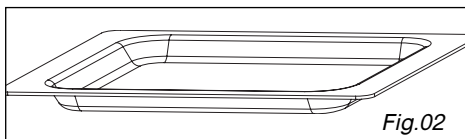

Fig.02
De oven kan naar keuze worden geïnstalleerd onder een werkblad of in een (open of gesloten) kolommeubel met de juiste afmetingen voor de inbouw van de oven (*Fig.02*).
- **Glazen schaal (Fig.02):** Het wordt gebruikt als ovenschaal.